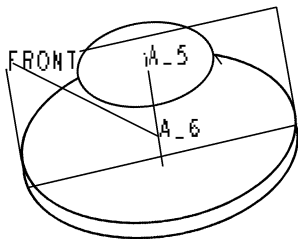

图 5-41 创建基准轴
(2) 创建一基准轴, 如图 5-41 所示, 要求在“FRONT”基准面上, 与“A_5”轴的夹角为 45° , 并且通过“A_5”轴上距离底面为 10 的点。